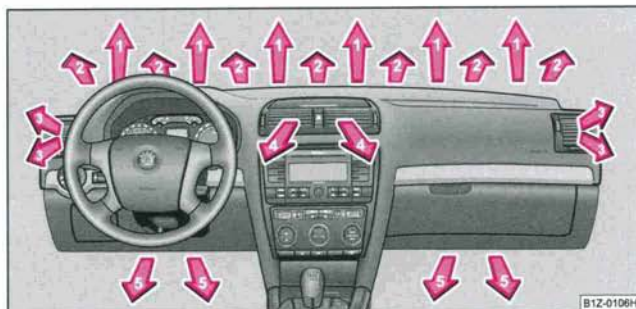
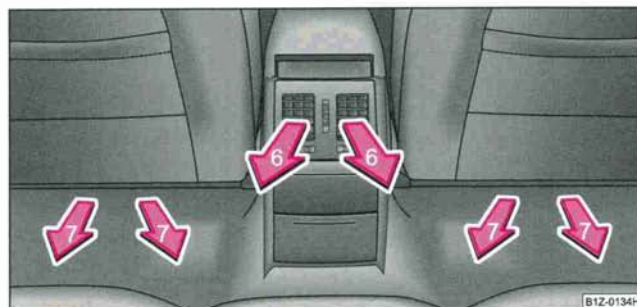

Fig. 124 Diffuseurs d'air avant
Fig. 125 Diffuseurs d'air arrière
- Positionnez les diffuseurs d'air 3 et 4 de manière que le flux remonte légèrement ⇒ page 137, fig. 124.
- Réglez les diffuseurs d'air 2 et 3 $\Rightarrow$ page 137, fig. 124 de manière que le flux remonte légèrement.
Vous pouvez réguler la diffusion de l'air vers les diffuseurs au moyen des touches de la commande du Climatronic ⇒ page 134. Les diffuseurs d'air 3, 4 ⇒ fig. 124 et 6 ⇒ fig. 125 peuvent être ouverts et fermés séparément. ►